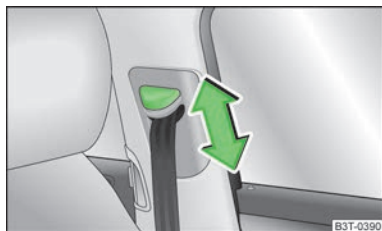

Fig. 140
- Presionar el herraje de inversión y desplazar en el sentido deseado, hacia arriba o hacia abajo » fig. 140.